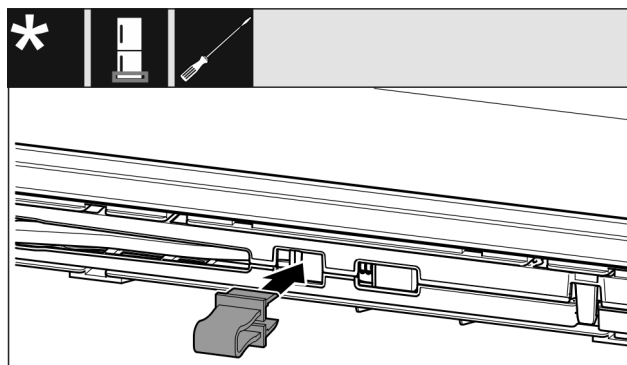

Fig. 14
- Innestare il fermo nell'apertura Fig. 14 ().